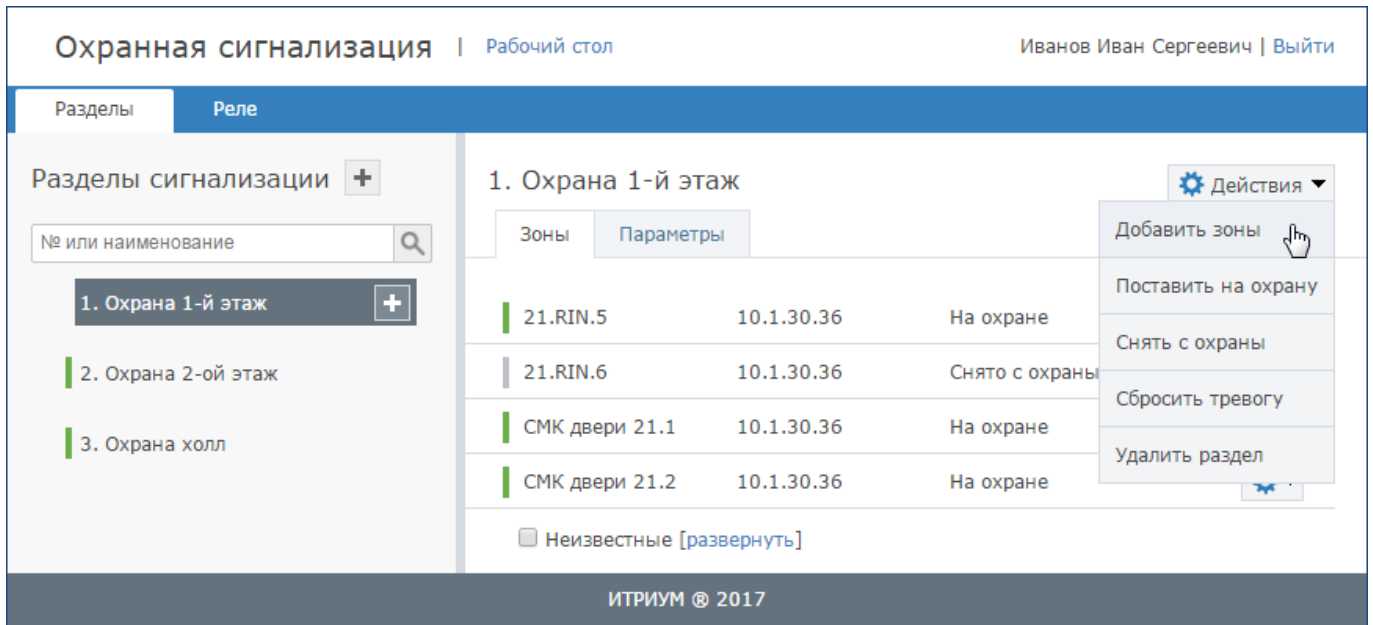

Рисунок 9.30 — Добавление охранных зон в раздел
- В окне справа, предназначенном для отображения списка зон раздела, нажмите на кнопку **Действия**  **Действия** , выберите команду **Добавить зоны** (рисунок 9.30).